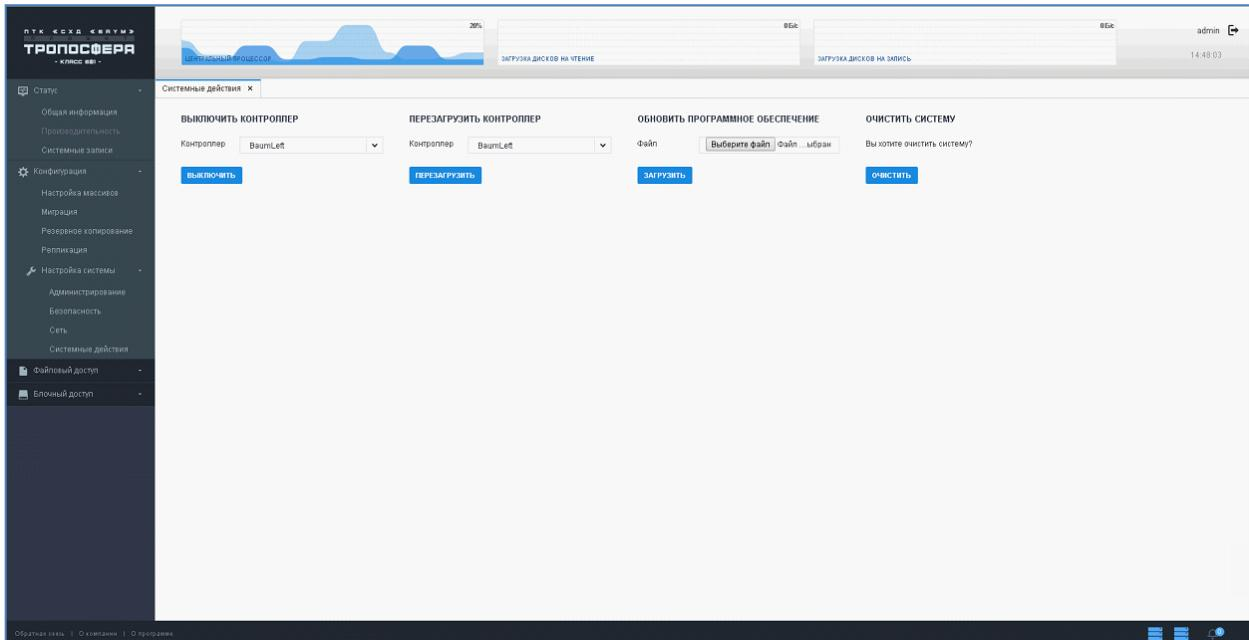

Рисунок 47 - Системные действия
- 2) В основной области интерфейса справа нажмите на кнопку «Очистить» (Рисунок 47).
- 2) В основной области интерфейса (по центру - справа) нажмите на кнопку «Выберите файл» (Рисунок 47).
- 2) В основной области интерфейса (по центру - слева) выберите необходимый контроллер и нажмите на кнопку «Перезагрузить» (Рисунок 47).
- 2) В основной области интерфейса слева выберите необходимый контроллер и нажмите на кнопку «Выключить» (Рисунок 47).